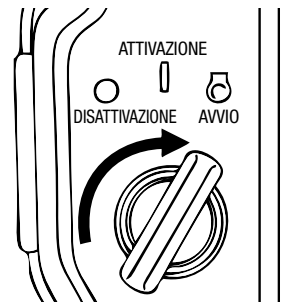

Figura 36. Interruttore di accensione (posizione Start (Avvio))
7. Ruotare l'**interruttore di arresto del motore** (figura 36) sulla posizione **START** (AVVIO) per attivare lo starter.